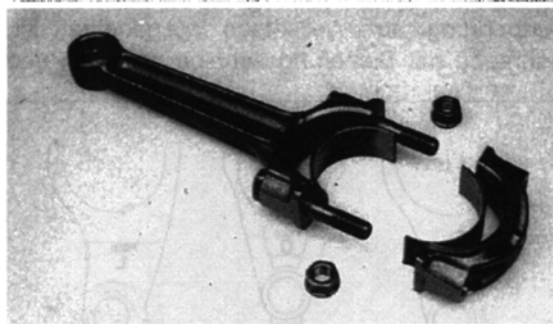

Bild 149
- Pleuellagerschalen in die Pleuelstangen und Lagerdeckel von Hand eindrücken; dabei Haltenasen der Lagerschalen in Nuten der Pleuelstangen und Lagerdeckel einpassen (Bild 149).